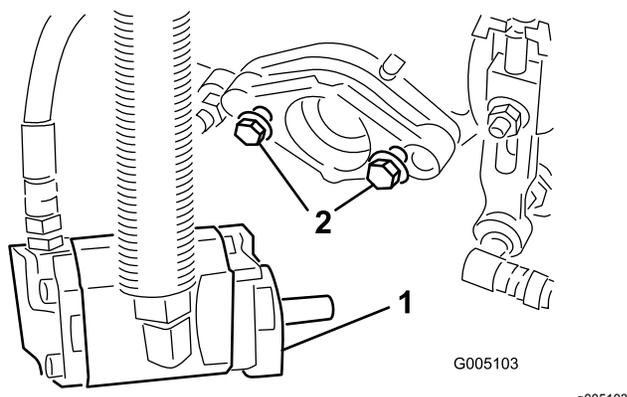

図 10
- 6. リールモータ取り付けボルトのねじの頭が、それぞれおよそ 13mm 突き出した状態になるようにすること 図 10。
- 9. 取り付けボルトを締め付ける 図 10。